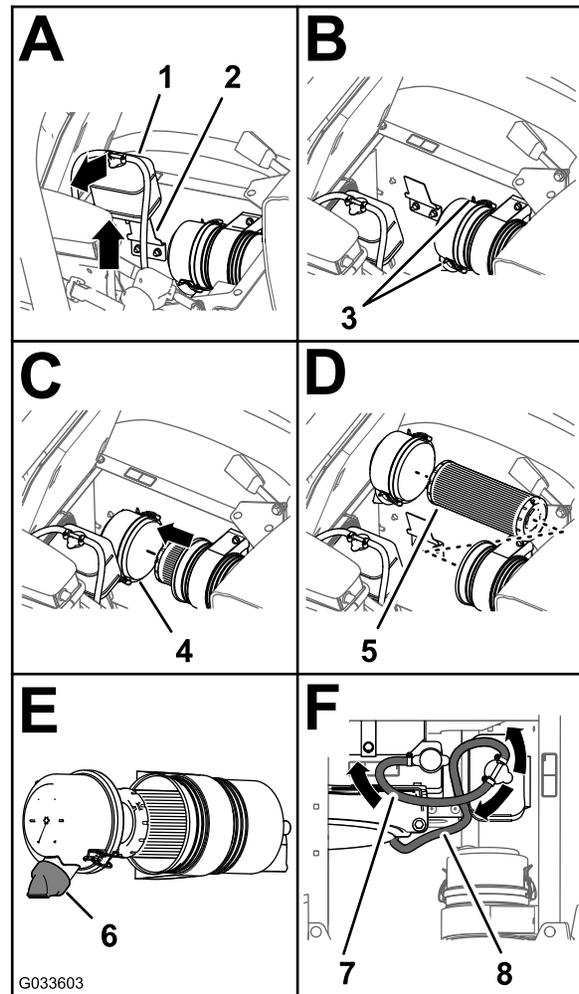

Figura 68
3. Levante el depósito de expansión del refrigerante y retírelo del soporte del depósito (Figura 68).
4. Abra los dos enganches que sujetan el tapón guardapolvo a la carcasa del limpiador de aire (Figura 68).
6. Limpie el interior del tapón guardapolvo, la carcasa del limpiador de aire y la válvula de polvo con un trapo húmedo (Figura 67 y Figura 68).
7. Instale el elemento del filtro de aire en la carcasa del limpiador de aire (Figura 68).
8. Instale la tapa sobre el cuerpo del limpiador de aire y sujétela con los 2 enganches (Figura 68).
Nota: Asegúrese de que la válvula de polvo está alineada a una posición entre las 5 y las 7, vista desde el extremo (Figura 68).
9. Alinee el depósito de expansión del refrigerante con el soporte del depósito y coloque el depósito firmemente (Figura 68).